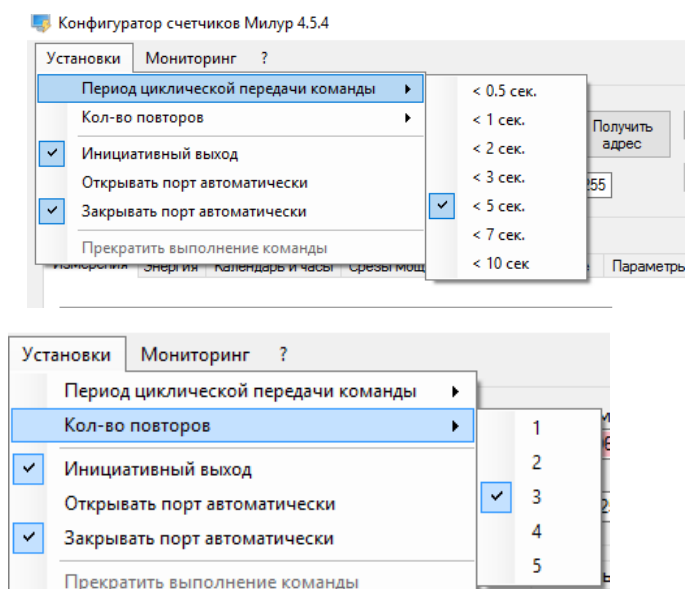

Рисунок 31 – Параметры связи
- в меню «Установки» (рисунок 31) выбрать «Период циклической передачи команды» равный трем или пяти секундам, «Кол-во повторов» от трех до пяти;